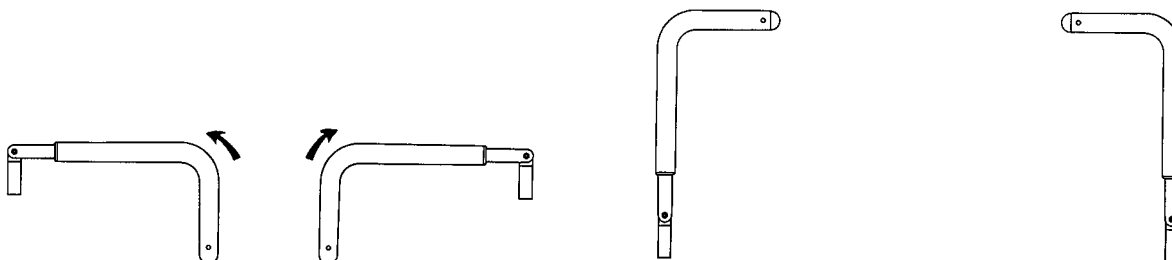

Figura 10 – Posicionamento das pegas de empurrar da extremidade do lado da cabeça
1. Gire as pegas para cima a partir da extremidade do produto (Figura 10).